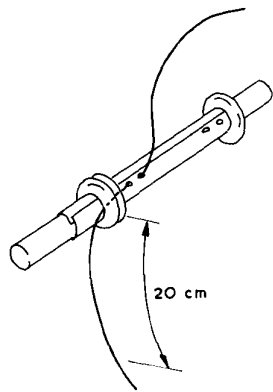

Fig. B14
12. Steek één uiteinde van de draad door twee gaatjes in het isolatiepapier en trek dit uiteinde 20 centimeter onder de rubbertule door (fig. B14). Maak zo nodig de gaatjes voorzichtig nog wat groter.